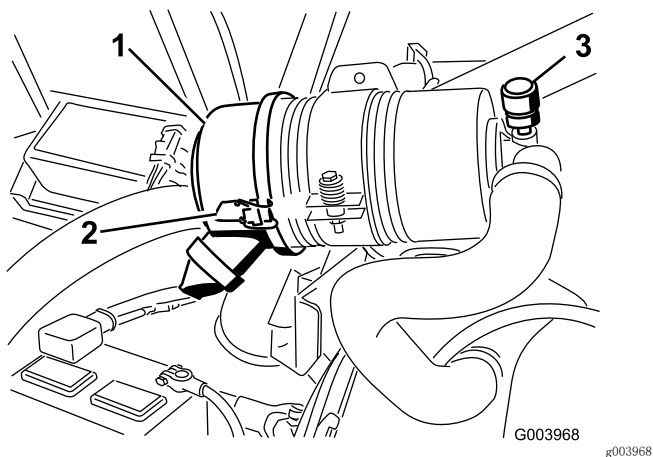

图51
仅在维护指示器（图51）要求时，维护空气滤清器滤芯。在必须更换之前更换空气滤清器，只会增加灰尘在滤清器拆下时进入发动机的几率。
1. 松开将空气滤清器盖固定到空气滤清器壳体上的搭扣（图51）。